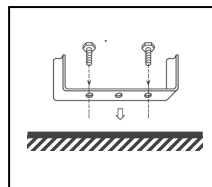

Рис.1
2. Наметьте место будущей установки, закрепите прожектор на опорной поверхности при помощи двух винтов (Рис.1).